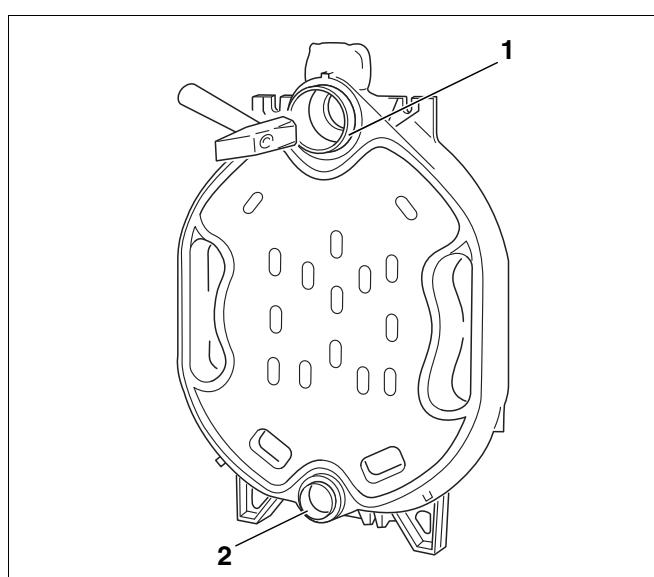

Рис. 9 Установка ниппеля
- После забивания верхний ниппель (рис. 9, поз. 1) должен выступать из верхней ступицы и нижний ниппель (рис. 9, поз. 2) из нижней ступицы примерно на 28 мм.